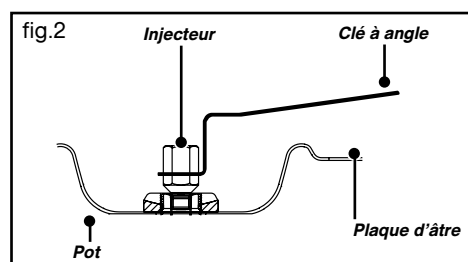

fig.2
- Desserrez les vis du serre-câble (**fig.2**).
- Introduisez le câble d'alimentation par le côté du capot et dans le serre-câble situé à droite du bornier. (Reportez-vous au tableau de la page précédente pour le choix de la section du câble) (**fig.2**).
- Raccordez les fils du câble conformément au schéma ci-contre (**fig.2**). Tous les brins des fils d'alimentation doivent être emprisonnés sous les vis. Le fil de terre couleur vert-jaune doit être relié à la borne .
- Vissez à fond les vis du bornier et vérifiez le branchement en tirant sur chaque fil (**fig.2**).
- soit par un raccord rigide (tuyauterie en cuivre) (fig. 2).
- Dévissez à l'aide de la clé fournie les injecteurs situés dans le fond de chaque pot et ôtez-les (fig. 2).